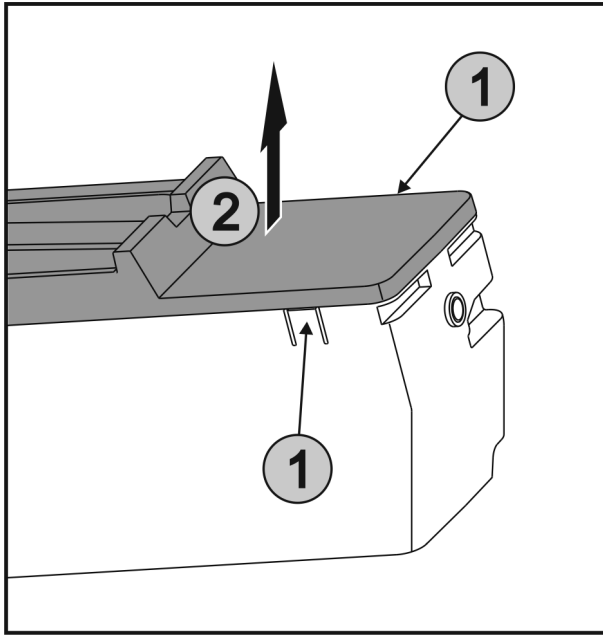

Fig. 47
- ▶ Súčasne stlačte spony Fig. 47 (1) na oboch stranách EasyTwist-Ice a odoberte kryt Fig. 47 (2) nahor.